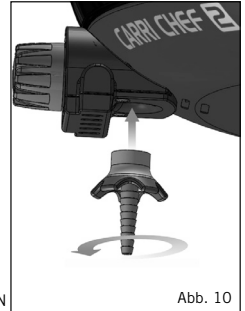

Abb. 10
- **HINWEIS!** Beim Installieren des Schlauchstutzens müssen Sie darauf achten, dass er beim Anziehen der Schlauchstutzmutter gerade gehalten wird, um ein mögliches Gasleck zu verhindern. Mit einem passenden Schlüssel anziehen. (Abb. 10)
- Geräteklassen I 3B/P (30), I 3B/P (37) und I 3+ (28-30/37): Bringen Sie den Ventil-Schlauchstutzen am Ventil an, indem Sie ihn gegen den Uhrzeigersinn aufschrauben. Schieben Sie einen zugelassenen Schlauch auf den Ventil-Schlauchstutzen, bis er ordnungsgemäß sitzt. Am anderen Ende, eine passende Niederdruck-Regler (I3B / P (30): 30mbar Butan / Propan-Konfigurationen Regler; I3 + (28-30/37): 30mbar Butan Regler oder 37mbar Propan-Regler); I3B / P (37) : 37mbar Butan / Propan-Konfigurationen Regler).. Achten Sie auch hier darauf, dass der Schlauch gut sitzt. Die Art der Schlauch verwendet werden mit den einschlägigen EN-Norm und suchen Anforderung. In Südafrika muss der Regler der Norm SANS 1537 genügen.
- Geräteklasse I 3B/P (50): Schrauben Sie einen Schlauch mit korrekten Gewindeanschlüssen an beiden Enden auf das viertelzöllige BSP Linksgewinde am Ventil. Bringen Sie am anderen Ende des Schlauchs einen geeigneten 50 mbar Niederdruck-Regler an. Die Schlauchleitung verwendet werden, müssen mit DIN 4815 Teil 2 oder gleichwertig erfüllen.